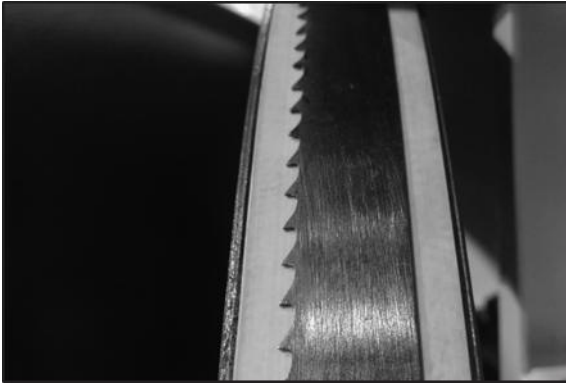
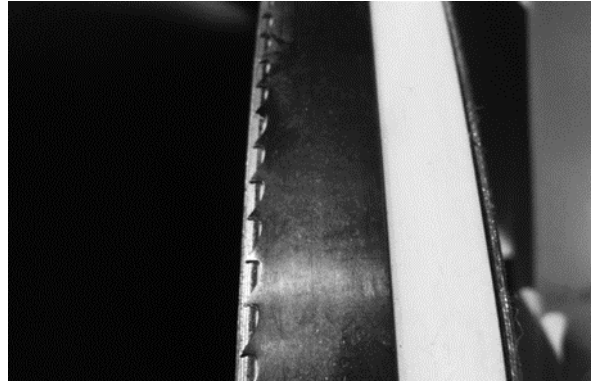

Abb.45 – Korrekt
Abb.46 – Falsch
4. Überprüfen Sie die Sägebandführung durch das Seitenfenster. Drehen Sie das Rad mindestens dreimal oder so lange, bis das Sägeband zentriert ist (Abb. 45, Abb. 46)